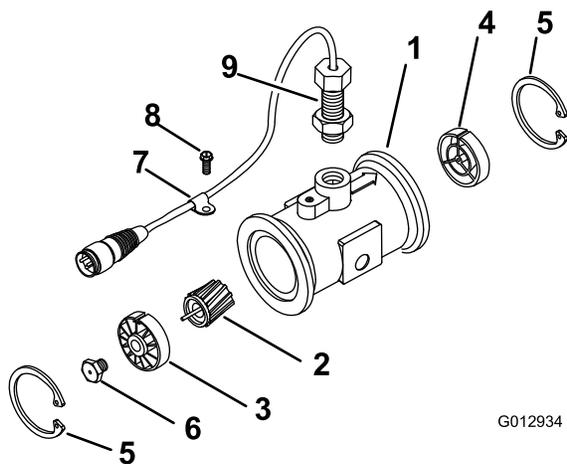

Figura 59
3. Retire o anel de retenção do lado superior (Figura 59).